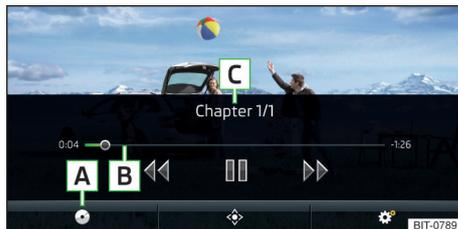

Abb. 174
Hauptmenü » Abb. 174
Vor-/Rücklauf des Videos zum gewünschten Zeitpunkt	Antippen der Wiedergabe-Zeitachse B » Abb. 174 auf Seite 158
- Zur **Anzeige** des DVD-Menüs im Hauptmenü *Video-DVD* die Funktionsfläche ⏏ » Abb. 174 auf Seite 158 antippen.